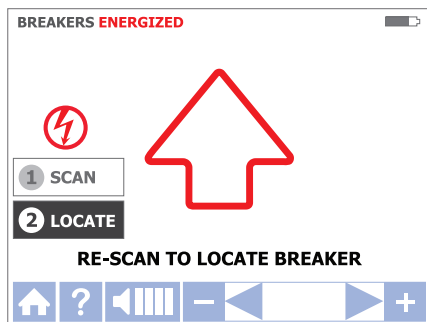
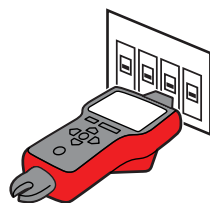

Figura 3.4c
Figura 3.4d
- b. Eseguire la scansione di ciascun salvavita/fusibile per mezzo secondo toccandolo con la punta del sensore. Assicurarsi che la scanalatura del **SENSORE PUNTA** sia parallela longitudinalmente al salvavita/fusibile (vedi Figura 3.4d)
- a. Selezionare la modalità Trova utilizzando le frecce direzionali per evidenziare questa modalità di funzionamento, quindi premere il tasto giallo "ENTER". (Vedi Figura 3.4c)
- b. Eseguire di nuovo la scansione di ciascun salvavita/fusibile toccando ognuno di essi con la punta del sensore per mezzo secondo. La freccia rossa indica che è in corso la scansione (vedi Figura 3.4c). Assicurarsi che la scanalatura del sensore punta sia parallela longitudinalmente al salvavita. (Vedi Figura 3.4d) **Suggerimenti per l'utilizzo: Tenere il ricevitore nella stessa posizione come durante la scansione (punto 3.4a-d).**